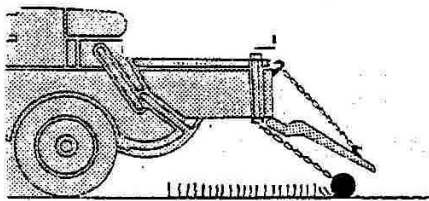

Abb. 4
1.4 Lange Stoppeln werden mit einer Schleppe flachgedrückt, siehe Abb. 4. Die Ballen liegen dann stabil.